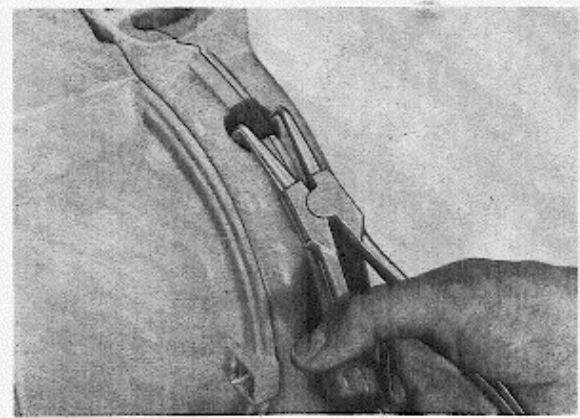
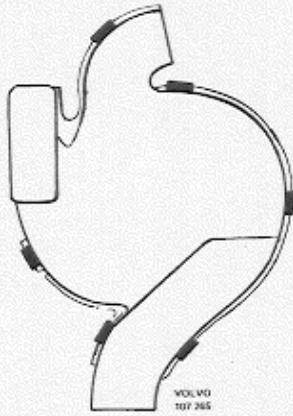

Abb. 8-21 Anbringung der Federklammern für äußere Gehäusewand
Abb. 8-22 Zuordnung der Federklammern für äußere Gehäusewand
11. Äußere Gehäusewand einbauen und gleichzeitig überprüfen, daß der Fühlkörper des Wärmeregulierventils mit dem Gummiführungsring im Lufttunnel die richtige Lage einnimmt. Zur Befestigung der äußeren Gehäusewand sind Federklammern mit der Ersatzteil-Nr. 676234 zu verwenden, die mit einer Seegerringzange gemäß Abb. 8-21 festgeklemmt werden. Bez. der Anbringungsstellen für die Klammern, siehe Abb. 8-22.
8. Äußere Gehäusewand einbauen. Dazu Federklammern mit der Ersatzteil-Nr. 676234 verwenden, die mit Hilfe einer Seegerringzange gemäß Abb. 8-21 festgeklemmt werden. Bez. der Anbringungsstellen für die Federklammern, siehe Abb. 8-22.